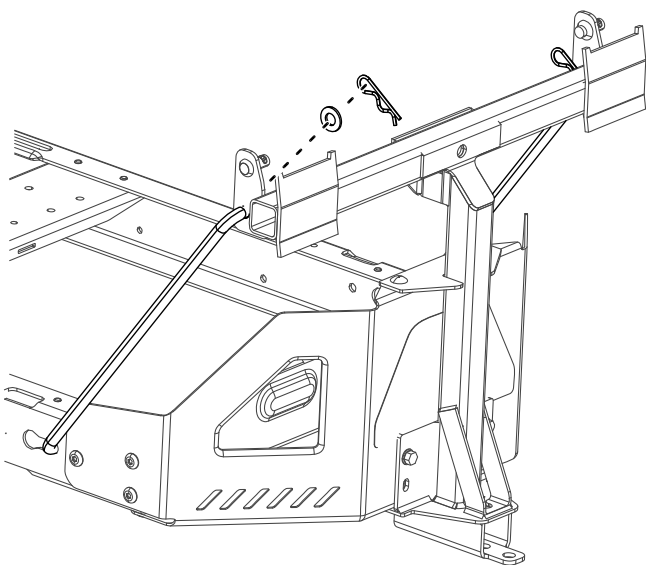

図 12
4. 機体フレームの左側にあるキー付きスロットに、ロッドの曲がって太い方の端部を差し込み、ロッドを後方にずらしてフレームに取り付ける 図 12。
5. ロッドの曲がった方の端部を、図 12のようにアタッチメントマウントに差し込み、各ロッドの端部をワッシャとヘアピンコッターで固定する。
2. ピボットフレームにピボットブラケットを取り付ける 図 12。